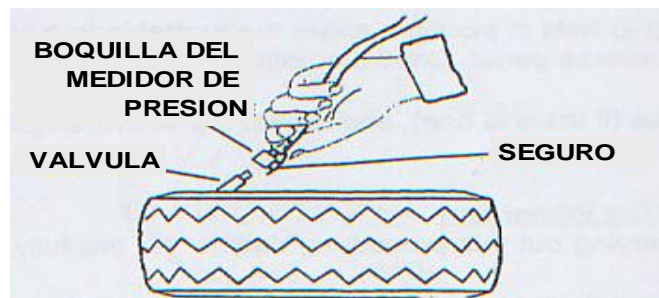

FIG. 8
- 4) Recuerde inflar la llanta con chorros cortos de aire, checando la presión constantemente. Una vez que la presión adecuada ha sido alcanzada, desconecte la boquilla de la válvula y ponga el tapón. (fig 8)